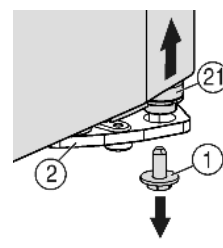
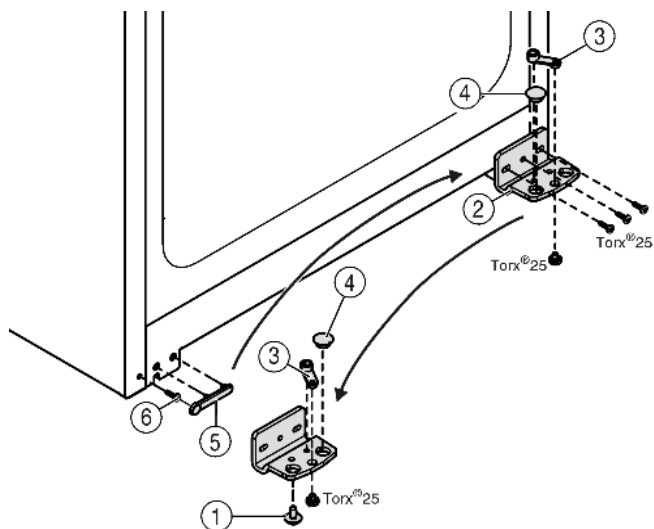

Fig. 5
Fig. 6
- ▶ Na dole po prawej stronie odkręcić śrubę zabezpieczającą Fig. 5 (1) z płytki zawiasu.
- ▶ Trzpień zawiasu Fig. 5 (21) luzuje się w płytce zawiasu Fig. 6 (2).
- ▶ Jeśli trzpień zawiasu Fig. 5 (21) nie poluzuje się, należy wycisnąć go od dołu.
- ▶ Odkręcić płytkę zawiasu Fig. 6 (2).
- ▶ Odkręcić element zawiasu Fig. 6 (3), przenieść do przeciwległego otworu zawiasu i tam dokręcić.
- ▶ Zatyczki Fig. 6 (4) wyjąć z płytki zawiasu i przenieść do przeciwległego otworu zawiasu.
- ▶ Ostrożnie podnieść osłonę Fig. 6 (5) od strony uchwytu.
- ▶ Wykręcić śrubę Fig. 6 (6) i ponownie wkręcić po przeciwnej stronie.
- ▶ Ponownie założyć osłonę Fig. 6 (5).
- ▶ Przykręcić mocno płytkę zawiasu Fig. 6 (2) na nowej stronie (z siłą 4 Nm), w razie potrzeby za pomocą wkrętarki akumulatorowej.
- ▶ Śrubę zabezpieczającą Fig. 5 (1) wkręcić w trzpień zawiasu i mocno dokręcić (z siłą 4 Nm).